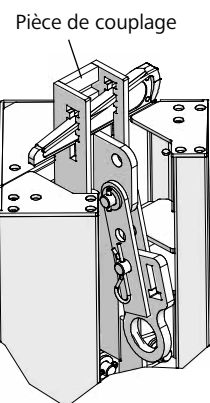

Fig. 33.6 C – Au moment du coulage
1. Insérer la clavette dans la pièce de raccordement de l'angle intérieur décoffrant pour en bloquer le mécanisme (Fig. 33.6 C).
8. Remettre la clavette imperdable en place (Fig. 33.6 C).